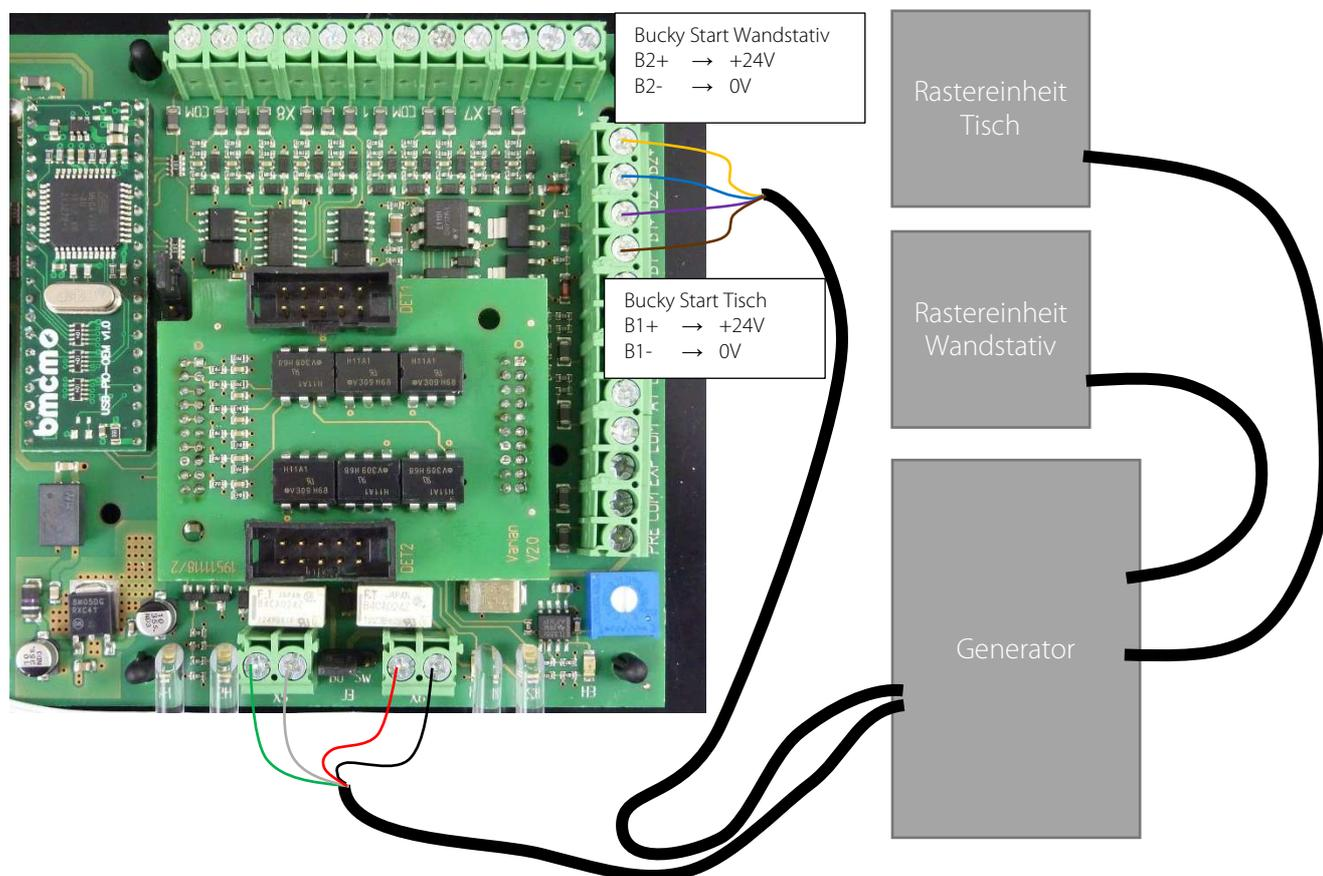
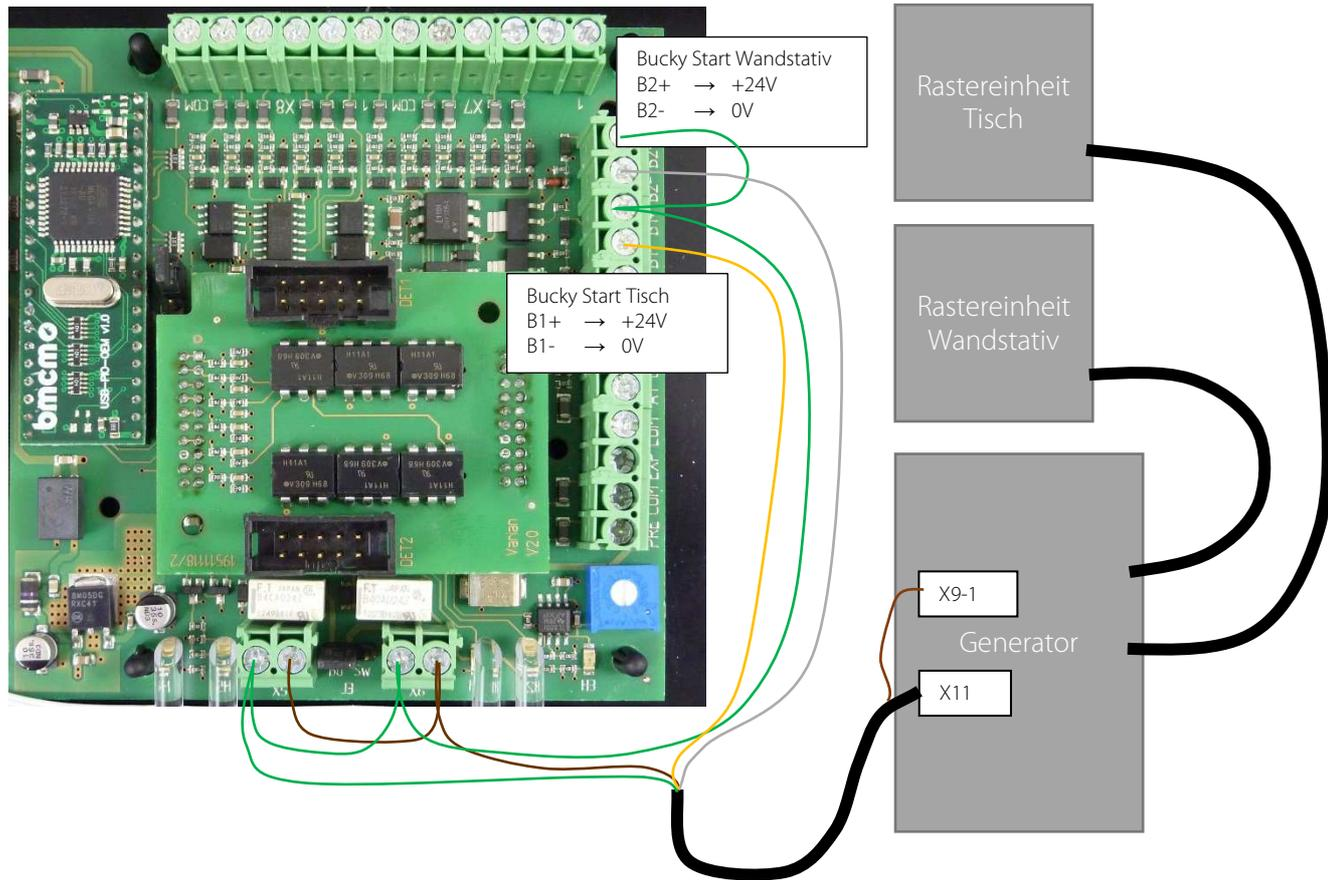
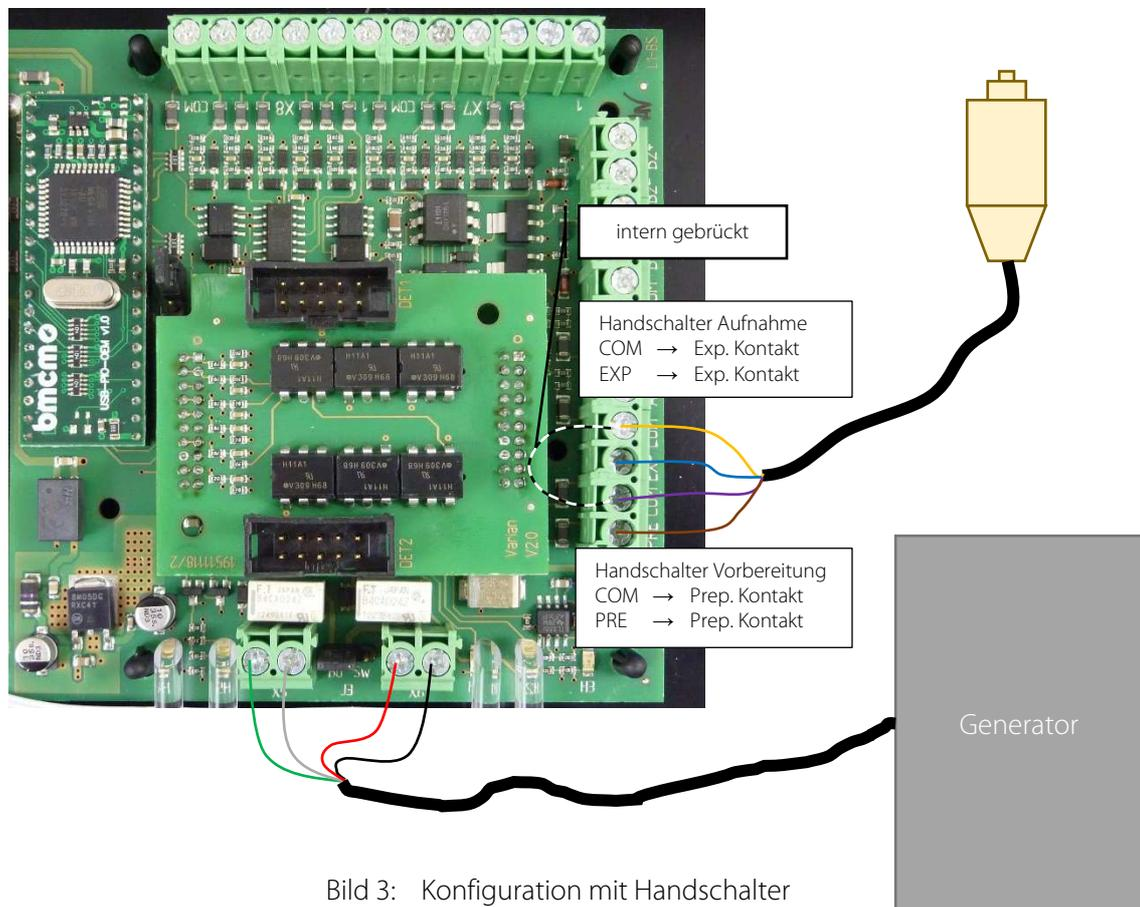

Bild 1: Generatorverbindung (allgemein)
Bild 2: Verbindung mit PROVARIO HF
Bild 3: Konfiguration mit Handschalter
- Die Anschlussvarianten sind in den nachfolgenden Bildern beschrieben. Bild 1 und Bild 2 sind je nach Generatoranbindung zu wählen. Bild 3 zeigt den Anschluss des Handschalters direkt an der INTERFACE BOX.